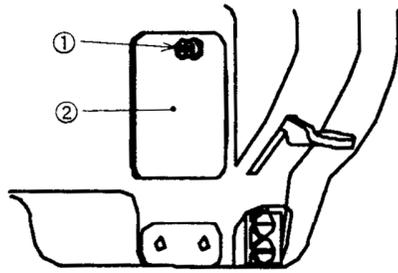

Рис. 17
<ol style="list-style-type: none"> 1. Установите шкалу стежка на «0» мм. 2. Поверните маховое колесо, чтобы перевести игловодитель в самую низкую точку его хода. 3. Поверните маховое колесо таким образом, чтобы винт № 2 ① в низшем цепном колесе параллелен верхней поверхности ② основы машины. 4. Сцепите зубчатый ремень привода ③ с нижним цепным колесом ④. <p>(Предупреждение) Рис. 17 показывает положение со стороны махового колеса.</p>	<ul style="list-style-type: none"> • Может привести к выполнению ослабленных стежков. • Изменится момент подачи и момент иглы к челноку.